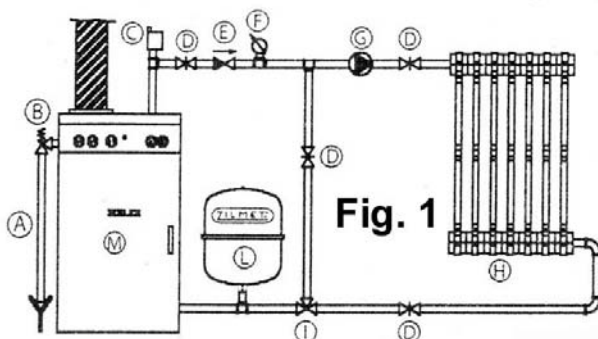

Fig. 1
- în instalații închise de încălzire, pe conducta de retur (Fig. 1).